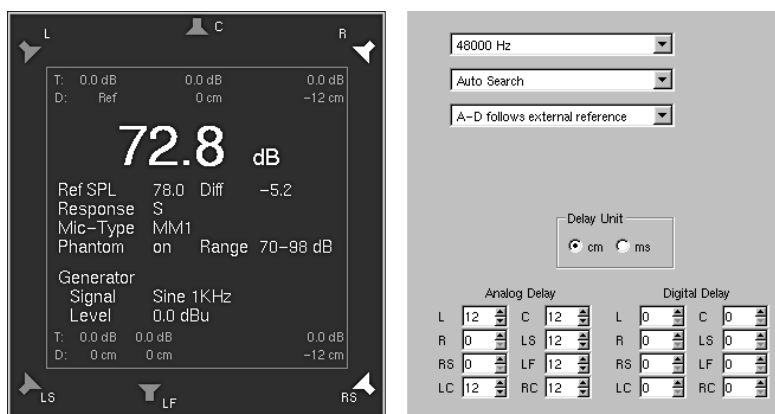

Bild 4-22: Vergleich der eingegebenen negativen Delay-Werte im Instrument „Cal“ mit den angezeigten Werten auf der Menü-Karteikarte „Audio System“
- Die Eingabe negativer Werte im Instrument „Cal“ (Beispiel: -12 cm) verzögert nicht den gewählten Kanal, sondern alle anderen Kanäle werden um den Betrag des Wertes (Beispiel: Betrag 12) verzögert. Die Verzögerung aller anderen Kanäle rückt den ausgewählten Kanal akustisch nach vorne. Dies spiegelt sich in den Werten wieder, die auf der Menü-Karteikarte „Audio System“ in den Listenfeldern für das Delay (siehe Bild 4-22 und Abschnitt 3.11.3.) angezeigt werden (Beispiel: ausgewählte Kanäle: 0 cm, alle anderen: 12 cm).